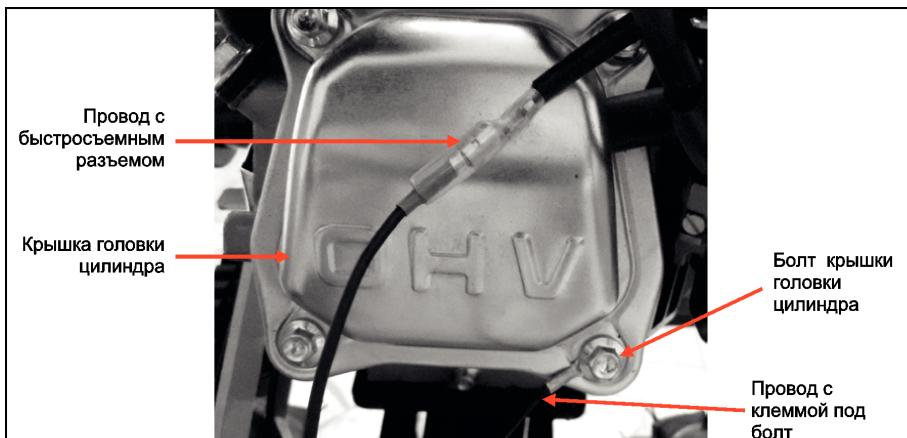

Рис. 7
9. Подсоедините два провода выключателя двигателя. Провод с быстро-съемным разъемом необходимо подсоединить к проводу с таким же быстросъемным разъемом (Рис. 7). Провод с клеммой под болт необходимо подсоединить к крышке головки цилиндра, используя болт крепления крышки (Рис. 7).